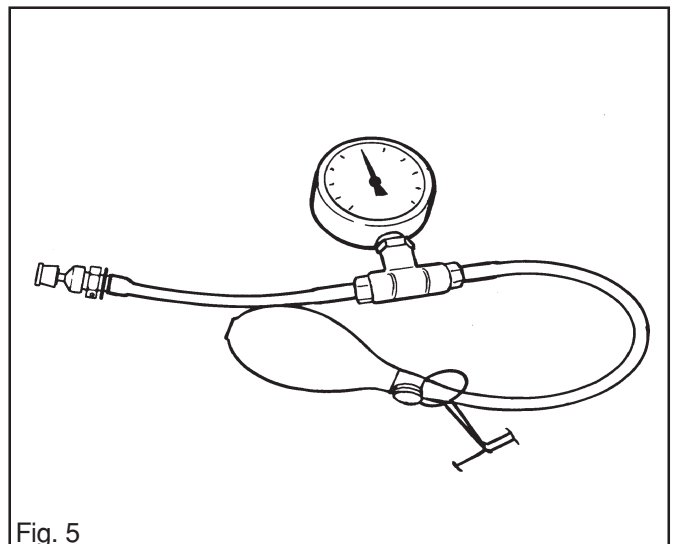

Fig. 5
8. Procéder à un essai de pression du décompresseur de la manière suivante. Voir également la fig. 5.